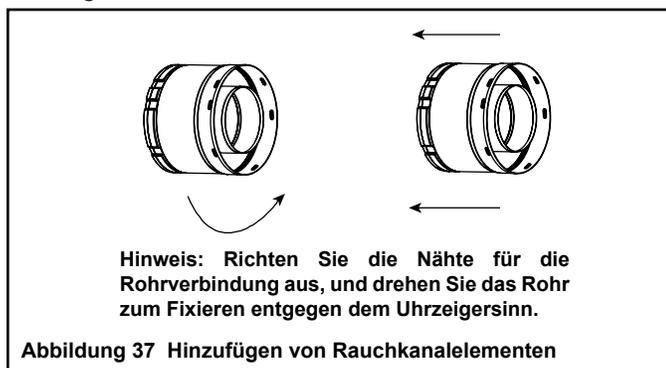

Abbildung 37 Hinzufügen von Rauchkanalelementen
- Richten Sie die Naht des Rohrs und die Naht des Haltekragens so aus, dass Sie diese verbinden können. Drehen Sie das Rauchkanalelement, um es zu fixieren. Führen Sie diese Schritte für alle Rauchkanalelemente durch. Siehe Abbildung 37.